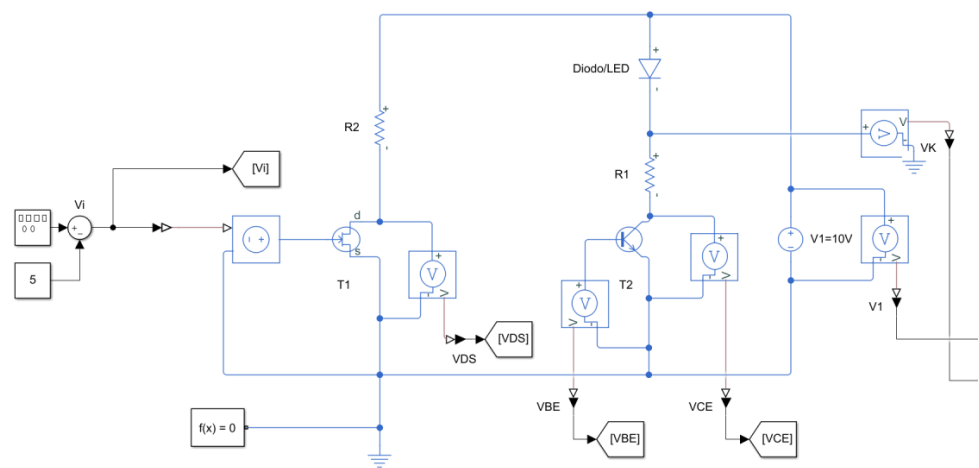

Figura 2 – Simulação
5.1 - Monte o circuito da Figura 2 com $R_2=47k\Omega$. Com o interruptor S aberto, ajuste a saída da fonte de alimentação (V_1) para 10V e a saída do gerador de sinais (V_i) para uma onda quadrada com uma amplitude entre 0 e -10V, com uma frequência de 1kHz. Com o auxílio do osciloscópio observe e registre, sincronizadamente no tempo, os seguintes pares de evoluções temporais: V_i (V_{GS}), V_{DS} e $V_{DG}=V_{DS}-V_{GS}$; V_{BE} , V_{CE} e $V_{CB}=V_{CE}-V_{BE}$.